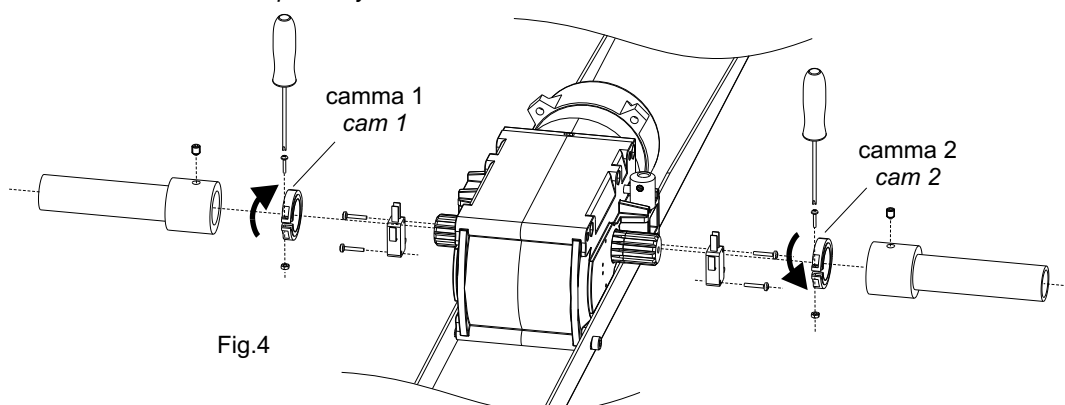

Fig.4
- Montare il kit finecorsa come in Fig 4.
- 3 Ruotare la camma 1 come in Fig.4 fino allo schiacciamento del micron.
- 4 Fissare la camma all'albero avvitando l'apposita vite (Fig.4)
- 6 Ruotare la camma 2 come in Fig.4 fino allo schiacciamento del micron.
- 7 Fissare la camma all'albero avvitando l'apposita vite (Fig.4)
- Assemble the limit switch kit as in Fig. 4
- 3 Turn cam 1 as in Fig.4 until the microswitch is crushed
- 4 Fix the cam to the shaft screwing the provided screw (Fig.4)
- 6 Turn cam 2 as in Fig.4 until the microswitch is crushed
- 7 Fix the cam to the shaft screwing the provided screw (Fig.4)